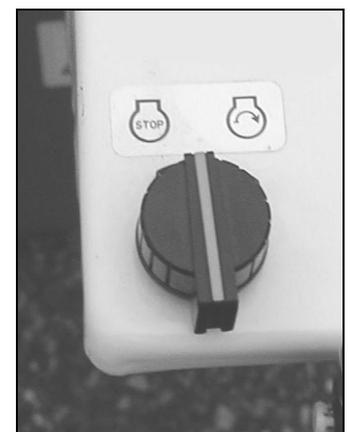

figure 9
- Le contacteur est utilisé pour démarrer ou arrêter le moteur (figure 9).
- Placez le contacteur (figure 9) sur "MARCHE" et tirez sur la corde du lanceur.